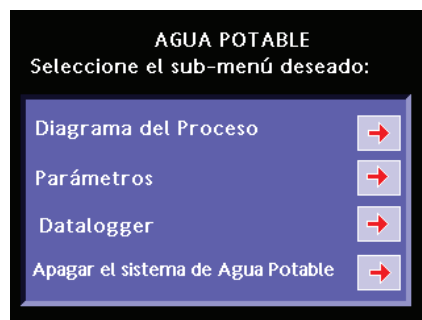

Figura 24. Submenú de Agua Potable
10. Una vez verificado que el flujo del agua sea el correcto, se puede regresar a la HMI local, donde la pantalla que se dispone es la del submenú, como se muestra en la Figura 24.